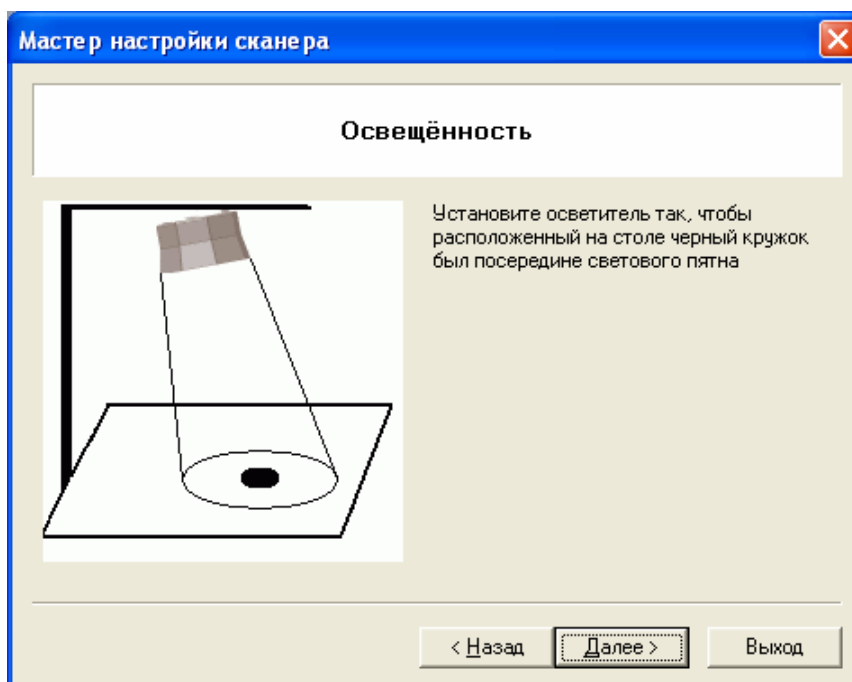

Рис. 9 Окно "Освещенность"
**3. Освещенность (Рис. 9)** Наклейте на рабочую поверхность стола наклейку в виде чёрного кружка (поставляется в комплекте со сканером). Этот кружок будет означать центр рабочей зоны сканера. Желательно размещать кружок не непосредственно под сканером, а немного в стороне, чтоб оптическая ось сканера имела с плоскостью стола угол  $85 - 45$  градусов. Это позволит уменьшить влияние бликов, образуемых на поверхности стола на качество распознавания ШК. Отрегулируйте положение осветителя так, чтобы кружок был в центре светового пятна.